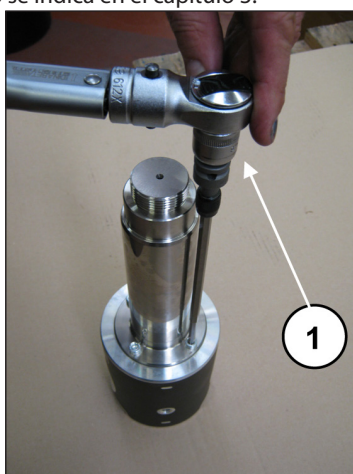

Fig. 51
Bloquear la guía del pistón con la herramienta específica y apretar los tornillos con la llave dinamoétrica (pos. ①, Fig. 51) como se indica en el capítulo 3.